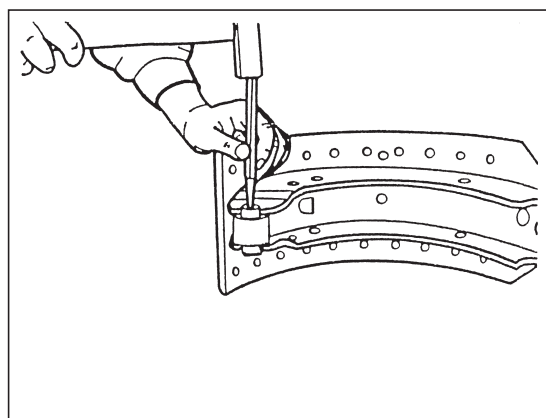

図 .4-3-3
- ③ ローラ、ベアリング、ボルト、リングを新品と交換する。(図4-3-3)